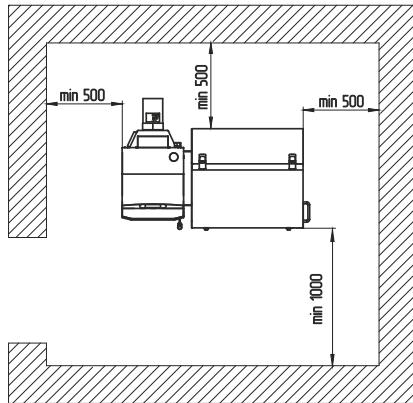

Рис.7. Схема установки котла соединение котла с дымоходом и устройством чистки.
6.1.11. Расположение котла в помещении с учетом необходимого для обслуживания пространства показано на Рис. 7.